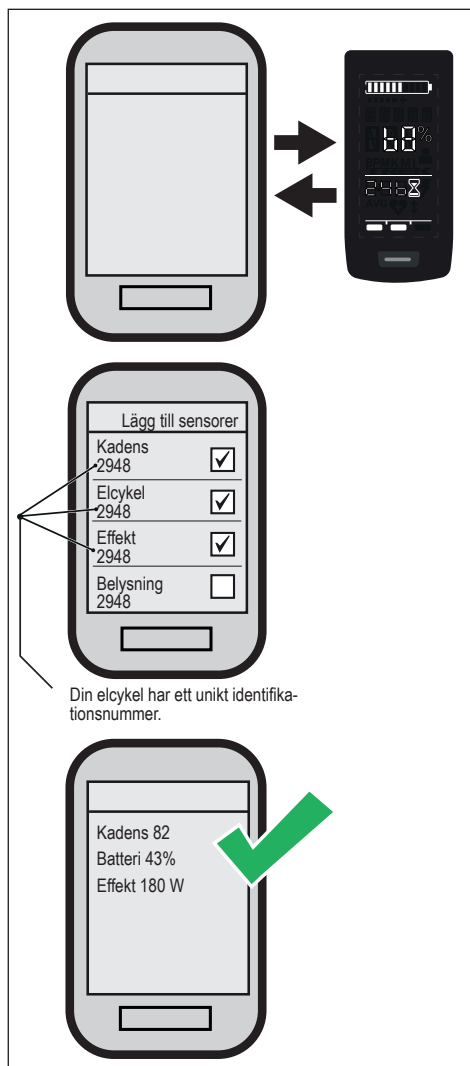

Fig. 8: Anslutning mellan elcykel och cykeldator
- Välj åtminstone de tre markerade sensorerna (se Fig. 8).